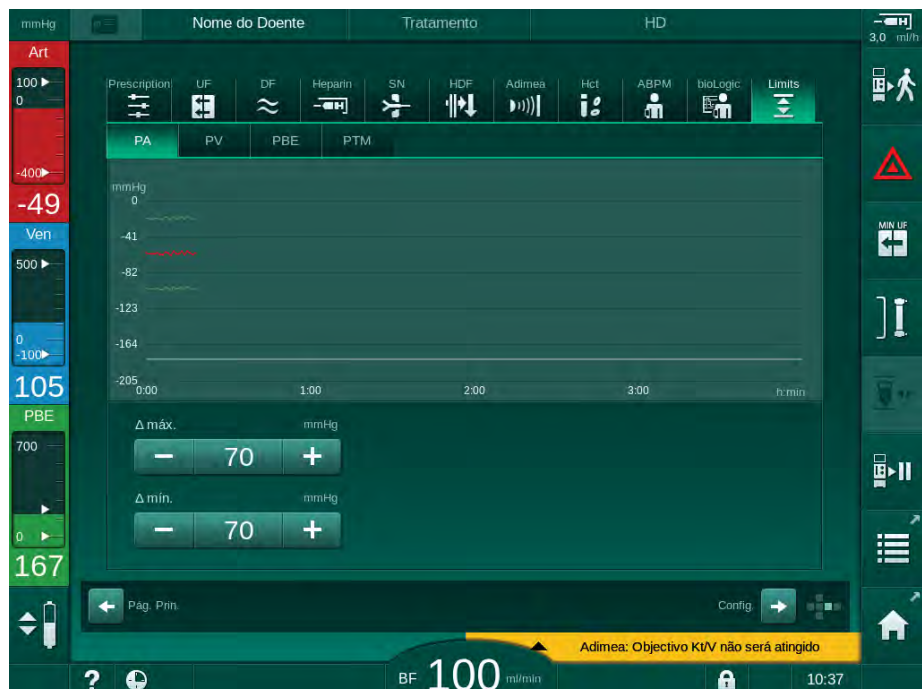
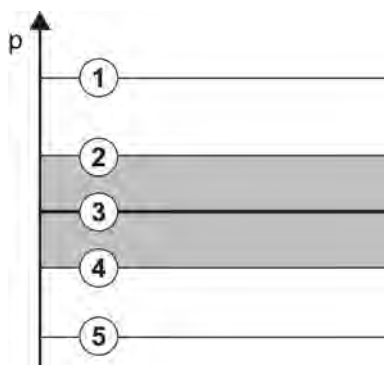

Fig. 5-20 Exemplo para limites de pressão no ecrã *Entrada*
Fig. 5-21 Limites de pressões
As pressões são monitorizadas utilizando janelas de limites (área cinza em Fig. 5-21) as quais são definidas através das respetivas distâncias entre o valor atual ③ e os limites inferiores ④ e superiores ② (valores delta Mín./Máx.). O total das duas distâncias fornece a amplitude da janela de limite, isto é, no exemplo, em Fig. 5-20 : 70 + 70 = 140 (mmHg).